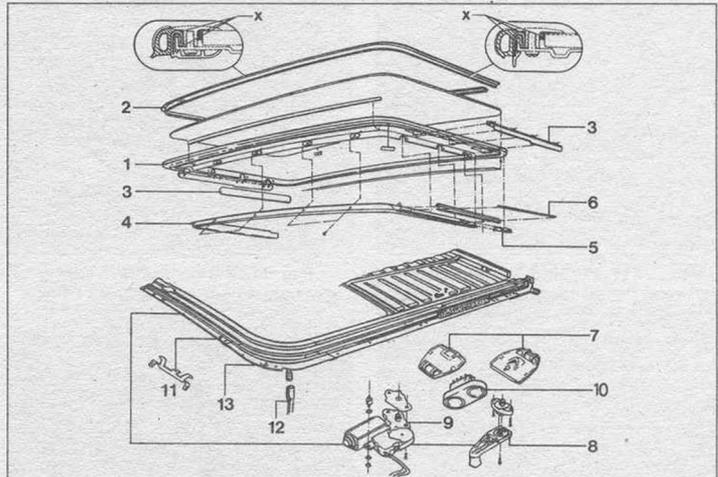

Рис. 11.9 Главные детали люка крыши (Глава 29)
- 1 Детали люка крыши показаны на Рис. 11.9 и 11.10.